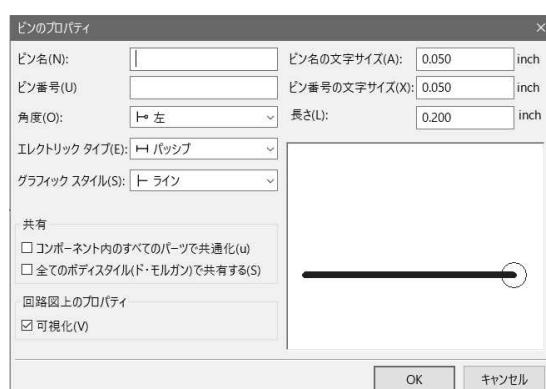
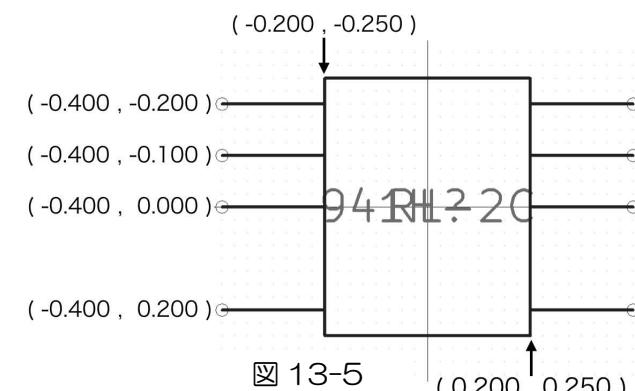

図 13-4
図 13-5
座標(X-0.200, Y-0.250)～(X 0.200, Y 0.250)を対角にした矩形を描きます。図 13-5
(5) ピンの配置
① 右ツールバー 「コンポーネントにピンを追加」を選択します。
② ウィンドウの余白をクリックします。「ピンのプロパティ」ダイアログが開きます。
③ 角度「左」、エレクトリックタイプ「パッシブ」とし[OK]をクリックします。 図 13-4
④ マウスポイントにピンが吸着されているので適当な位置にクリックして配置します。
⑤ ②～④を繰り返してピンを図 75 の (x, y) で示す座標に4つ配置します。 図 13-5
⑥ 角度を「右」としてピンを右側にも4つ配置します。